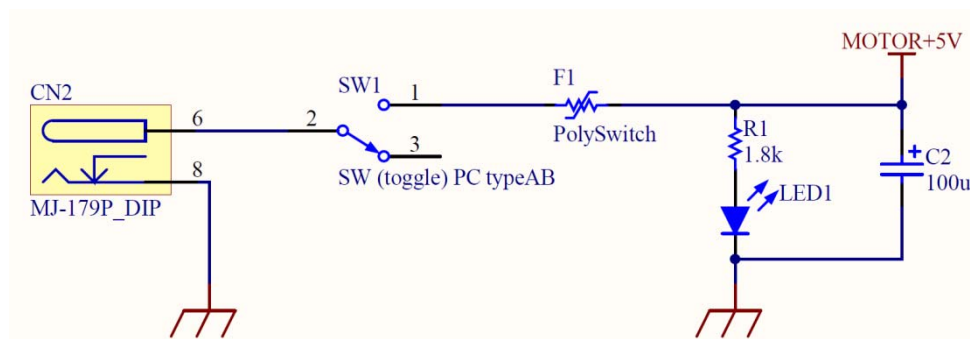

図 2.6 モータ用電源回路
- モータ用の電源は図 2.6 に示すように, MJ-179DC ジャックの DIP 変換基板 (以下, DC ジャック変換基板) は 6 ピンと 8 ピンを使用してください. また, ポリスイッチ ($0.9\text{A}/1.8\text{A}$ 遮断) を入れてください.